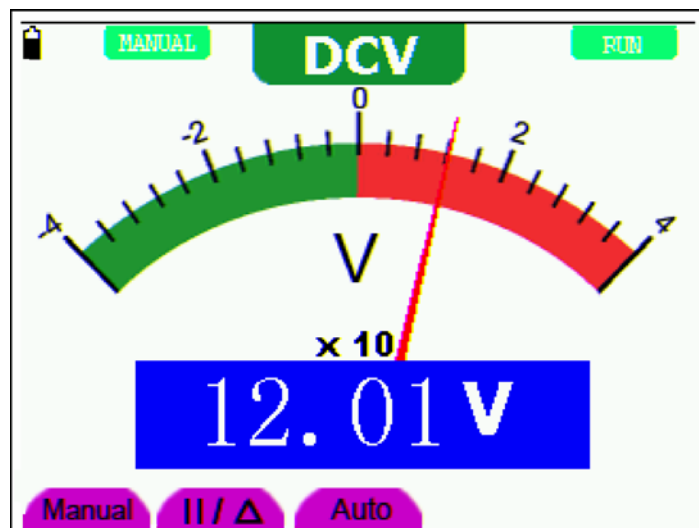

图 30：手动/自动切换
2. 在手动量程模式下，每按一次 **F1** 键，往上跳一档，到最高档后再按 **F1** 键则跳至最低档，依次循环。当前的量程指示可通过表针乘以倍率再乘以主读数窗口的单位获得。如图30所处的量程是 **40V**。
见图 30：